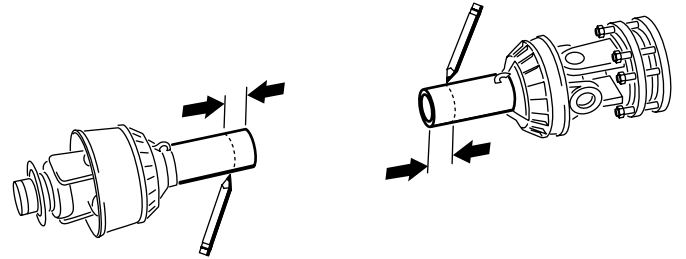
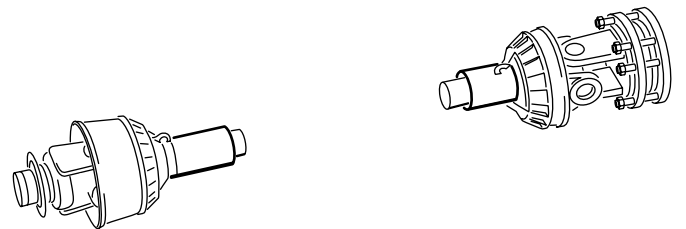

图20
图21
14. 使用在步骤 11 中确定的尺寸找到、标记并截短安全护罩露出轴管 图20 和 图21。